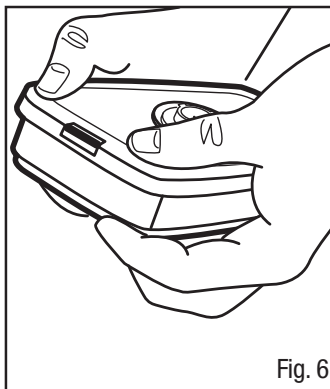

Fig. 6
2. Encaixe o prendedor de trás apertando a parte posterior do cartucho e o adaptador conjuntamente usando as mesmas posições da mão. Deve ser ouvido um estalo à medida que cada encaixe for engatado (Fig. 6).